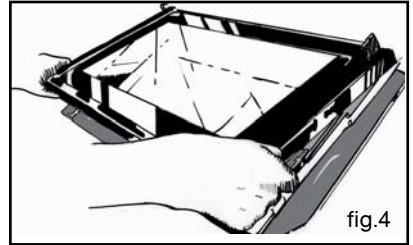

fig.4
- Retirez le cadre et sa glace (fig.4).